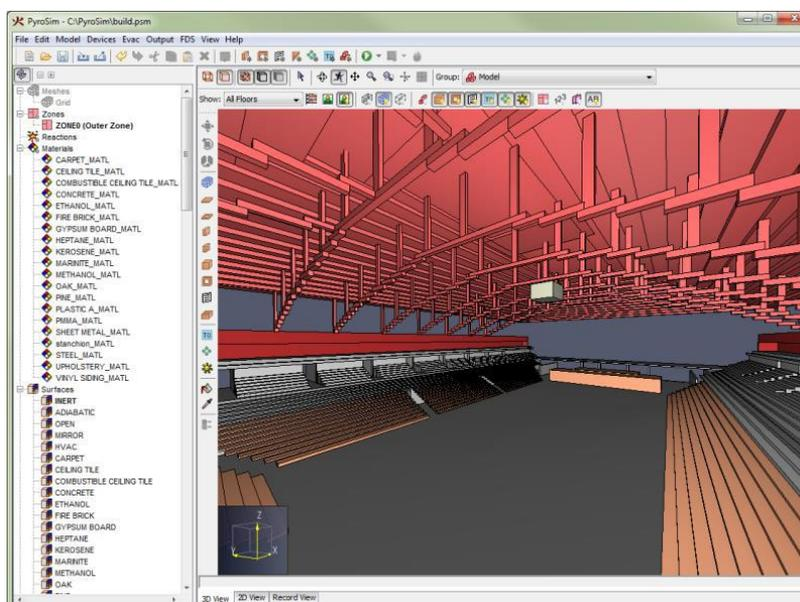

Рисунок 2-5 Вид изнутри модели на крышу и фермы
- Инструмент «**Панорама**» . Этот инструмент позволяет камере двигаться внутри модели, а не только снаружи (показано на рисунке Рисунок 2-5). Инструмент требует некоторого времени на освоение, но позволяет получить уникальные виды модели.